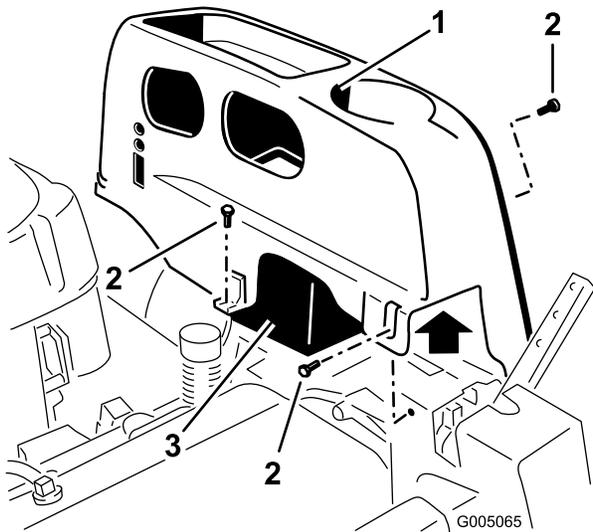

Figure 26
2. Enlevez les vis à tête TORX® (T25) qui fixent le couvercle gauche au châssis, comme illustré à la Figure 26.